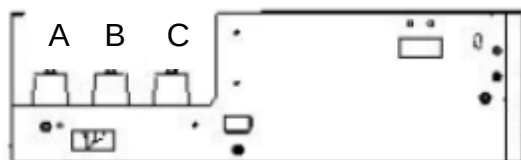

Рис. 11
- установить болты в отверстия, на высоковольтных вводах с усилием 30 Нм используя плоскую отвертку (рис. 11);